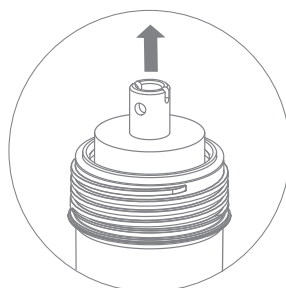

Рис. 29
4. Открутите крышку корпуса (рис. 4), извлеките отработавшую мембрану (рис. 29).